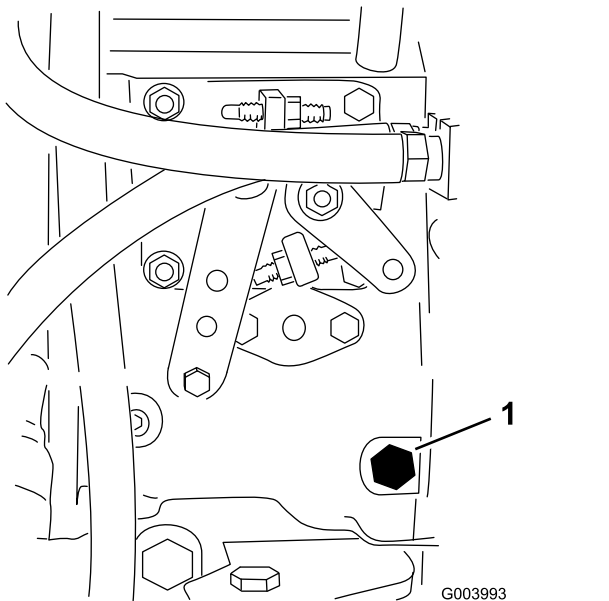

图 35
3. 用 12mm 扳手打开燃油喷射泵 图 35 上的排气螺丝。